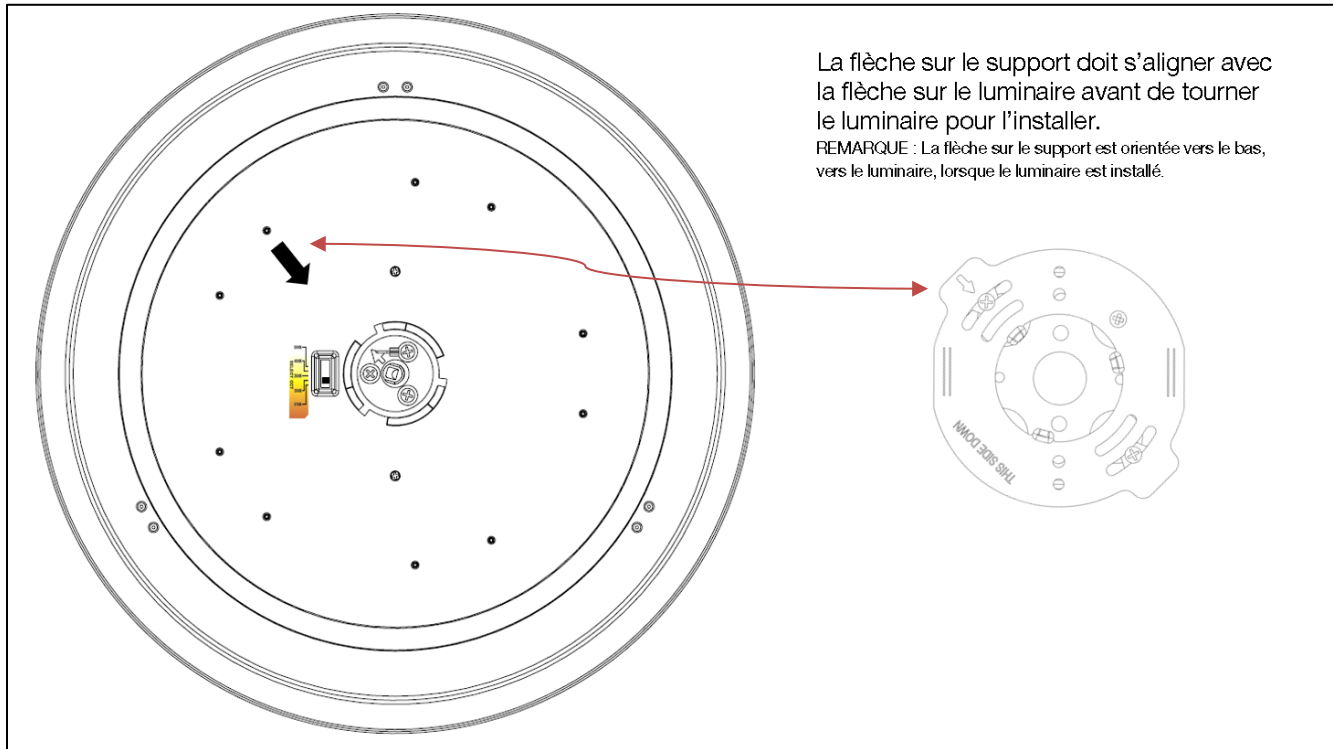

Figure 7
28. **Les flèches sur le luminaire et sur le support de montage doivent être alignées pour que le luminaire soit correctement installé**, comme illustré à la *Figure 7*.